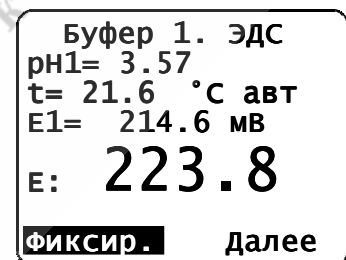

Рис. 26. Фиксирование параметров ЭС в буфере №1
- окно «Буфер 1. ЭДС» (см. рис. 26) предназначено